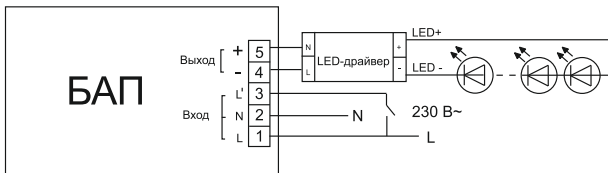

Рисунок 3
4.3.2 Постоянный режим. БАП подключается к светодиодному светильнику, а входные клеммы L и L, БАП закорачиваются (рисунок 3).